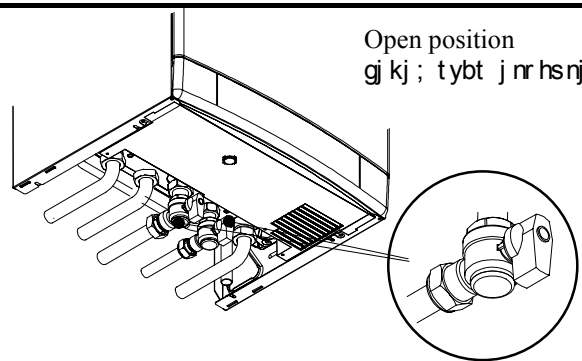

Fig. 2.3
- 1 Check that the taps located in the lower part of the boiler are open (Fig. 2.3).
- 1 Проверьте, чтобы краны, расположенные в нижней части котла были открыты (Рис. 2.3.)